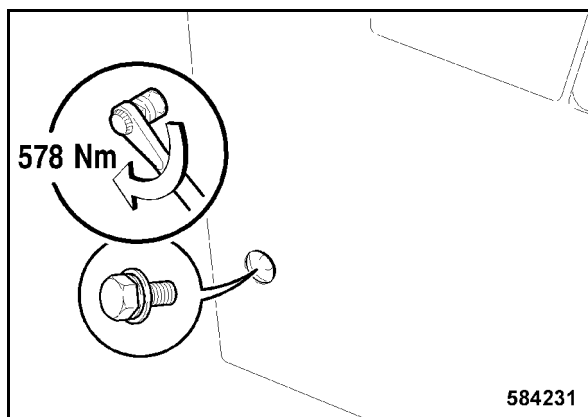

Fig. 206
- El tornillo de fijación trasero, lateral de la derecha hay que apretar con 578 Nm (Fig. 206).